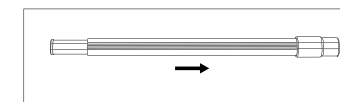

Fig. 2
KROK 2: aby zmontować, włóż małą końcówkę cieńszej rurki do małego końca grubszej rurki i wepchnij ją, aż wyjdzie z drugiej strony. Zob. 'Fig. 2'.
STEP 2: To assemble, feed the small end of the thinner tube into the small end of the thicker tube and push through until it comes out the other side. See 'Fig. 2'.
ÉTAPE 2 : pour assembler le séchoir, insérez la petite extrémité du tube plus fin dans la petite extrémité du tube plus épais et poussez jusqu'à ce qu'elle ressorte de l'autre côté. Voir 'Fig. 2'.
STAP 2: Plaats het dunne uiteinde van de dünnere buis in het smalle uiteinde van de dikkere buis en duw door tot deze uit de andere kant komt. Zie 'Fig. 2'.
SCHRITT 2: Führen Sie zur Montage das schmale Ende der dünneren Stange in das schmale Ende der dickeren Stange ein und schieben Sie es durch, bis es auf der anderen Seite wieder austritt. Siehe 'Fig. 2'.
PASO 2: Para montar el producto, introduzca el extremo pequeño del tubo más delgado en el extremo pequeño del tubo más grueso y empujelo hasta que salga por el otro lado. Consulte la 'Fig. 2'.